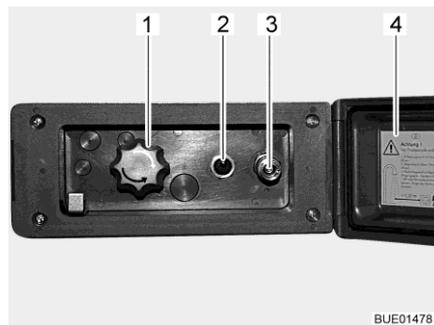

Fig. 178 Raccordo doccia esterno
- Sganciare ed aprire il coperchio (Fig. 178,4).
- Collegare il tubo flessibile della doccia esterna alla chiusura rapida (Fig. 178,3).
- Accendere la pompa dell'acqua con l'interruttore (Fig. 178,2).
- Regolare la temperatura dell'acqua ai gradi desiderati mediante la manopola (Fig. 178,1).
- Spegnerne la pompa dell'acqua con l'interruttore (Fig. 178,2).
- Chiudere il coperchio (Fig. 178,4) e bloccarlo con la chiave.
- Ruotare la manopola (Fig. 178,1) sulla posizione centrale.